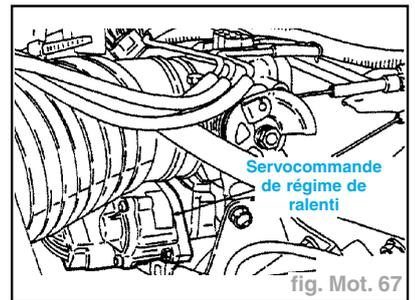

fig. Mot. 67
- Débrancher le connecteur de la servocommande de régime de ralenti (fig. Mot. 67).